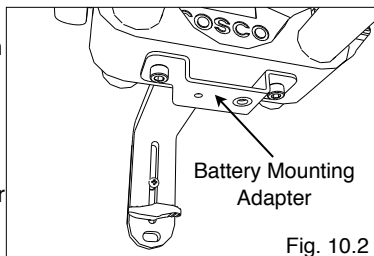

Fig. 10.2
2. Collocare il Battery Mounting Adapter sotto la slitta come illustrato in Fig. 10.2 e poi stringere le due viti a testa esagonale.